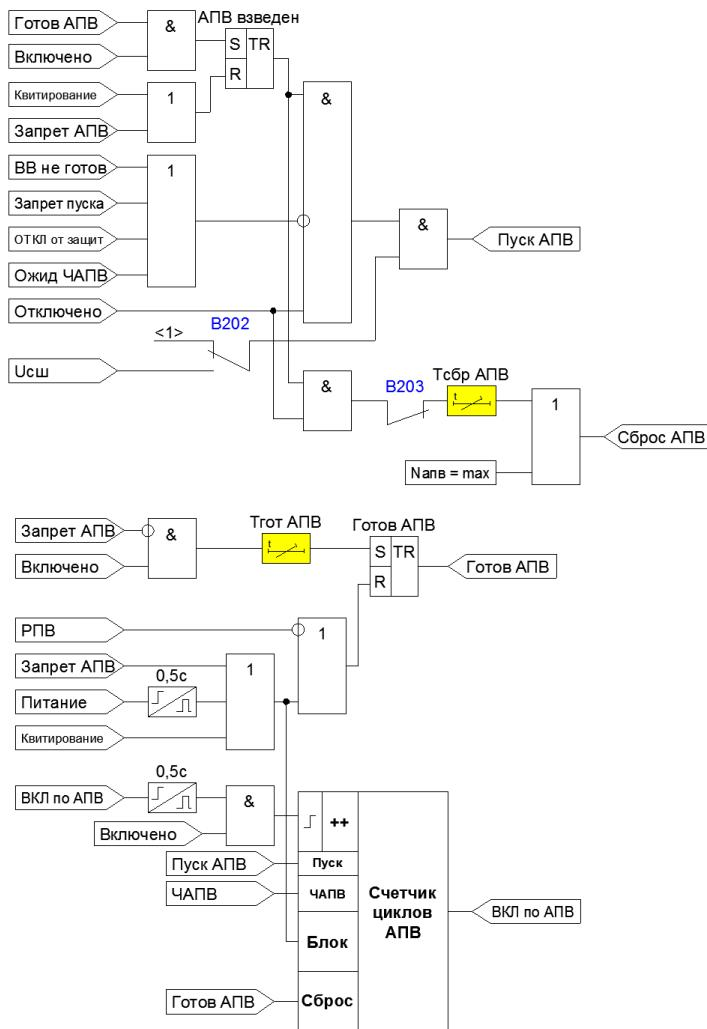

Рисунок 4.2.5 – Функциональная схема АПВ
- после включения ВВ набрана задержка времени готовности, появился сигнал готовности и выключатель продолжает оставаться включенным (Рисунок 4.2.5);